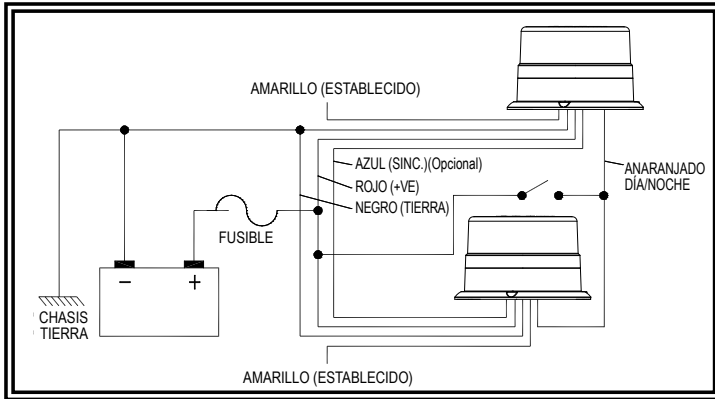

Figura 3
5. Conecte los cables de alimentación como se indica en la sección de cableado (vea la Figura 3).
El cableado para esta configuración es el que se muestra en la figura 3 a continuación. Todo el cableado debe ser como mínimo 18 AWG. La línea positiva debe tener un fusible de 5 amperes, según se indica. Se puede utilizar un interruptor para controlar la función de encendido-apagado.